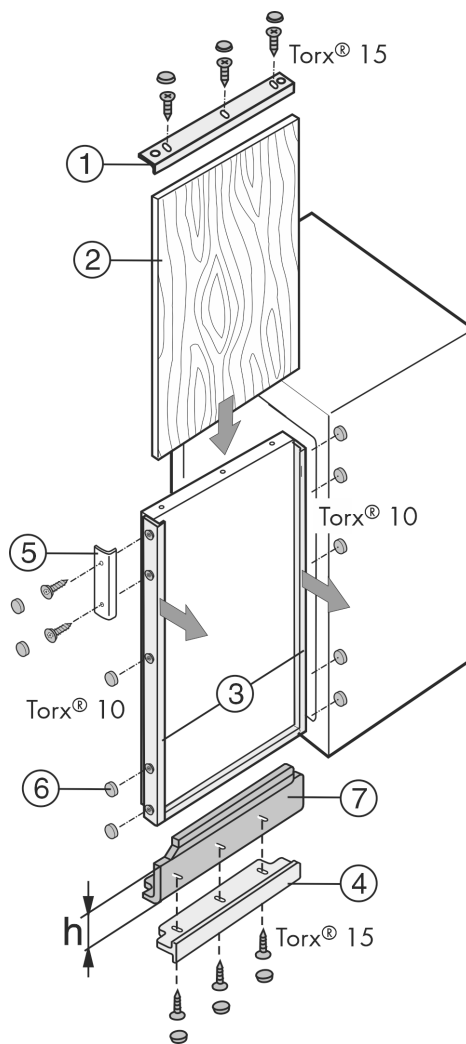

Fig. 42
如果已经存在装饰板，但是高度过小，则可以使用不同高度的补偿板 Fig. 42 (7) 进行调整。